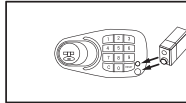

Fig. 4
- **Conexão de alimentação exterior** para realizar aberturas de emergência no caso das pilhas se gastarem. Para isto, coloque uma pilha alcalina de 9V (tipo 6F-22S) no lugar indicado no teclado (fig. 4), e respeite a polaridade indicada. A seguir, segure a pilha nesse ponto e introduza o seu código; faça a abertura como a faz normalmente. Uma vez aberto o cofre, troque todas as pilhas por quatro pilhas alcalinas novas.